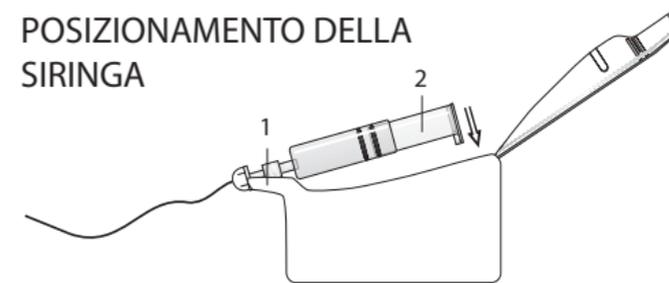

Fig. 3. Posizionamento della siringa nella pompa
4. Posizionare la siringa inserendo prima la parte frontale (1). Lasciar scivolare la siringa fino a quando il pistone (2) si allinea con la vite (Fig 3).